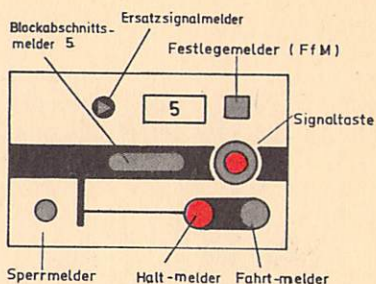

Bild 21
- (1) a) Der Zentralblock 65 ist eine Bauform des selbsttätigen Streckenblocks. Die Relaisanlagen sind zentral in dem Stellwerk untergebracht, von dem aus die Zentralblocksignale ferngestellt werden. In der Regel sind die Zentralblocksignale beider Fahrrichtungen einem Stellwerk zugeordnet (Zentralblockbereich). Die Zentralblocksignale zeigen in der Grundstellung Halt (vgl. Bild 21).